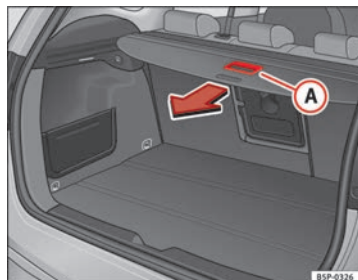

Abb. 123 Betätigung der Ablage
- Ziehen Sie Ablage am Griff (A) nach hinten, bis Sie ein „Klickgeräusch“ hören ⇒ Abb. 123.